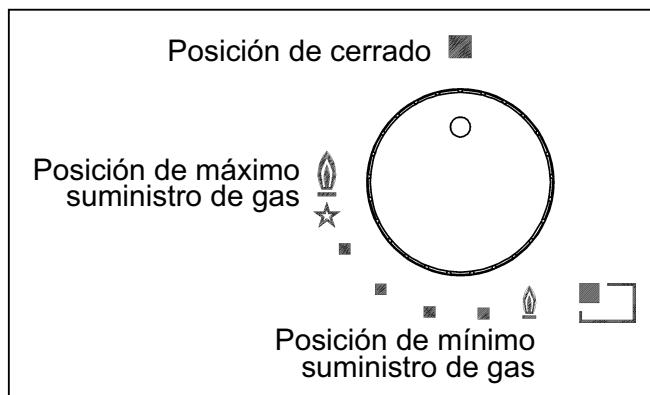

FIG. 1
- Una vez conseguida la ebullición, girar el mando a la posición de mínimo (llama pequeña fig. 1 - 1/A).